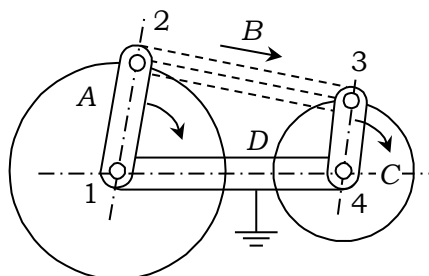

図 2.21-6 四棒機構
② ベルト伝動：四節回転連鎖（四つ棒機構）の連結節の剛体棒の代りに糸（ベルト）を張り車に巻きかけ（ると）、糸では押す力を伝えられないが、引っ張る力は伝えることが出来る。図 2.21-6 において C のクランクを矢印の向きに回転させると、リンク B を経てリンク A の運動を起こすことが出来る。